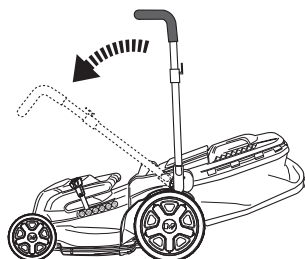

Fig. 14
- > Gire la barra del mango a la posición de almacenamiento (Fig.14).